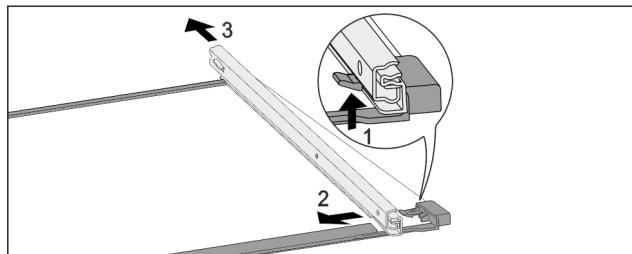

Fig. 200 Glasplatte mit Schienen
- Vorderen Rasthaken nach oben drücken. Fig. 200 (1)
- Auszugsschiene zur Seite Fig. 200 (2) und nach hinten Fig. 200 (3) wegschieben.